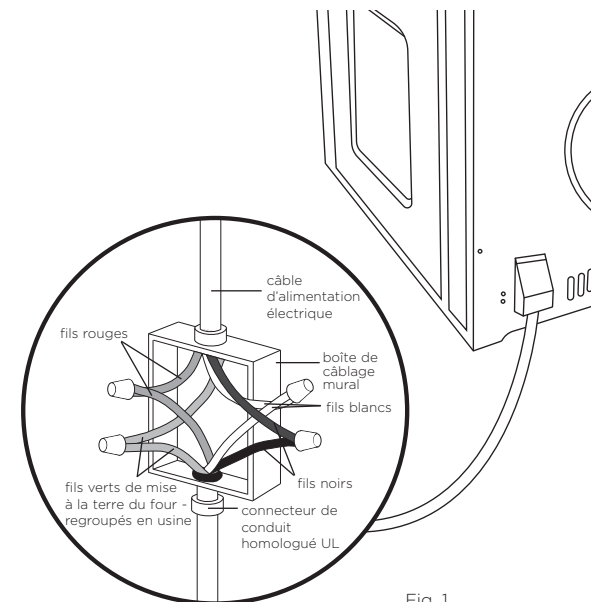

Fig. 1
- les spécifications du système électrique correspondent à ce qui est détaillé sur cette section. (Fig. 1)